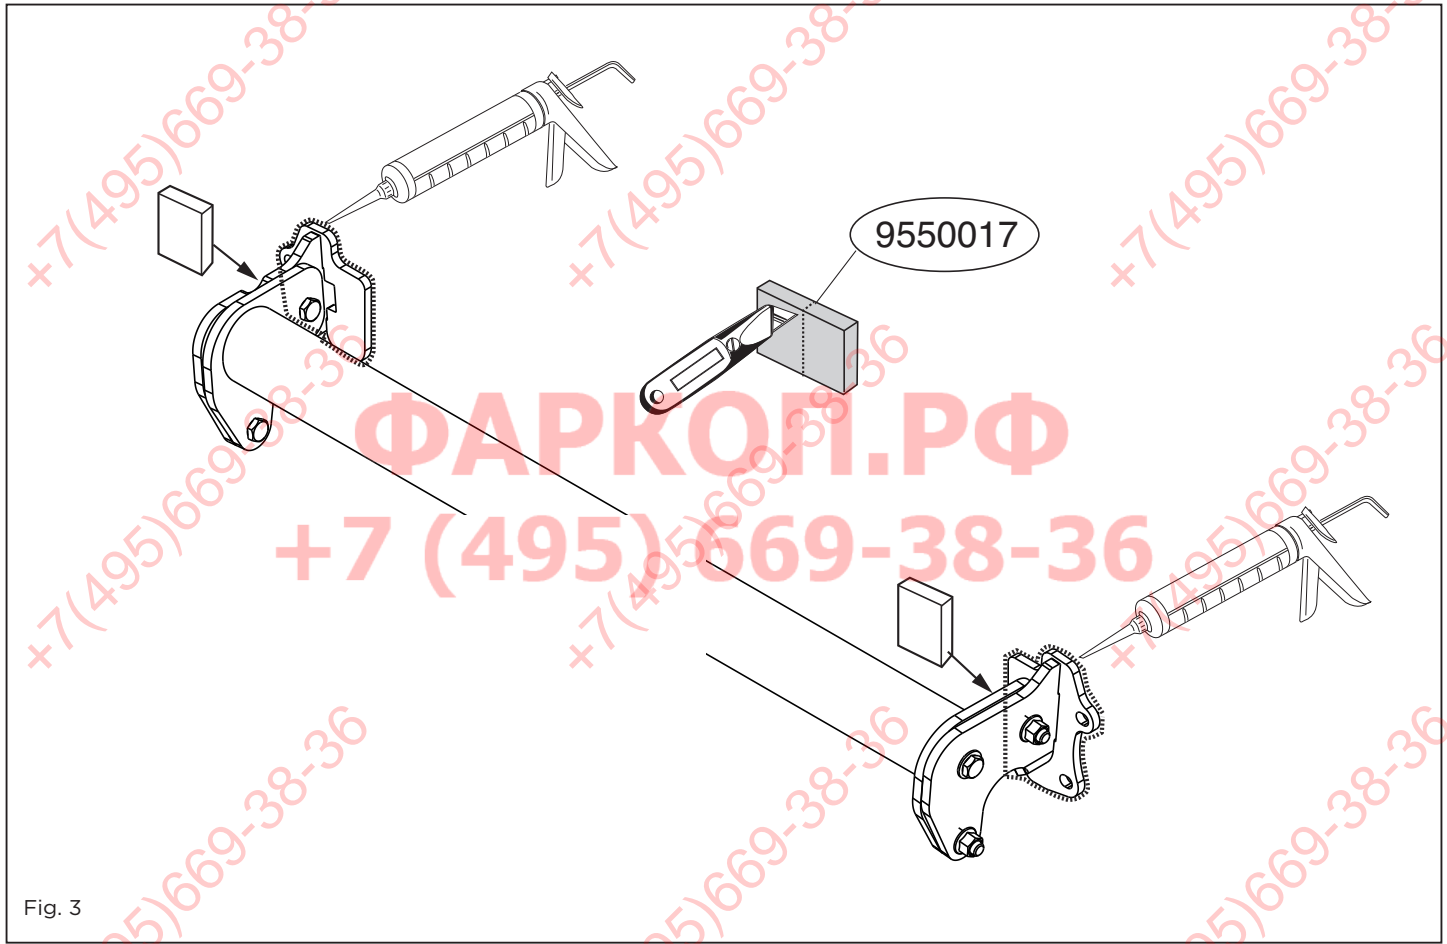

Fig. 3
11. В качестве уплотнения, вставить один полиэтиленовых элемента в балки шасси. См. рисунок 3.